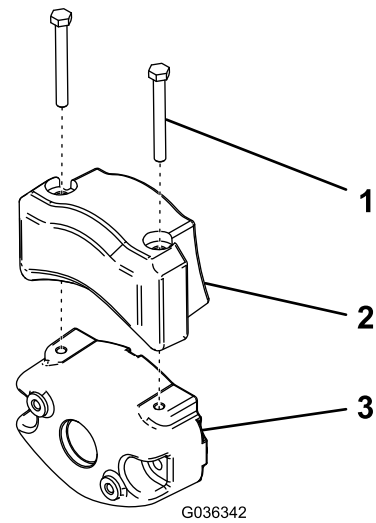

Figura 10
4. Sujete el contrapeso eléctrico al contrapeso existente con 2 tornillos, según se muestra en Figura 10.